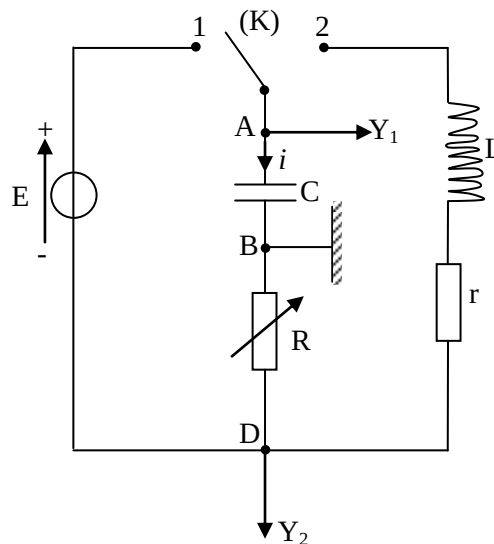

Fig. II-13. Circuit RLC
Une fois le condensateur chargé, on bascule rapidement le commutateur (K) (voir figure II-13) de la position 1 à la position 2 : il prend l'instant du basculement comme nouvelle origine des dates. Le condensateur se décharge alors dans la bobine.